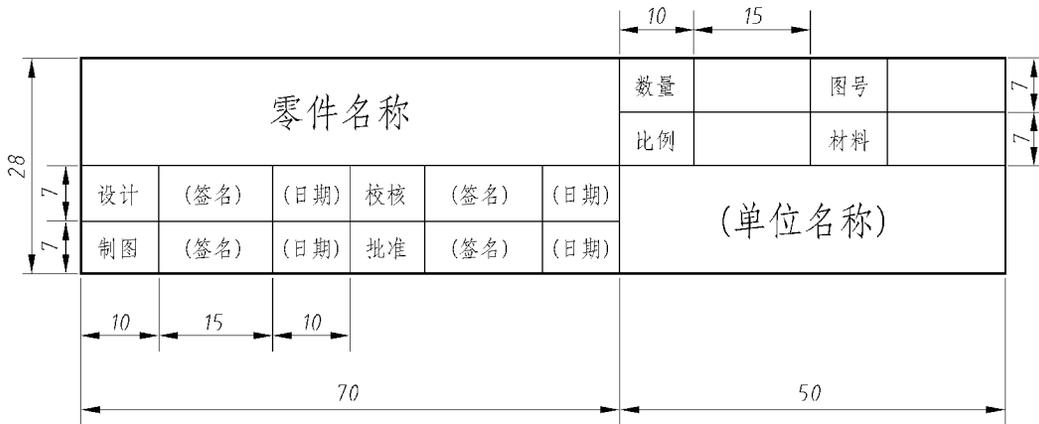

图 1.3.4 零件图标标题栏
1) 每张图样都必须画出标题栏。标题栏的格式和尺寸应按 GB/T 10609.1—1989 的规定。在制图作业中建议采用图 1.3.4 的格式。标题栏的位置位于图纸的右下角。